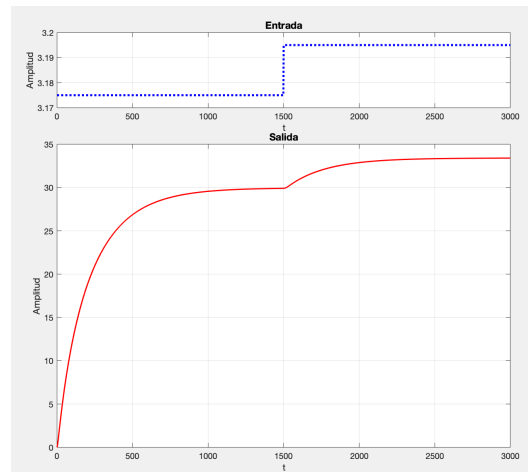

Figura 5.3: Respuesta en lazo abierto
5. Con los datos exportados al “workspace”, muestre una gráfica de tiempo de la entrada y salida del sistema. Configure la gráfica para que se muestre como indica la figura 5.3
- a) Figura 1: Entrada y salida del sistema en lazo abierto como se detalló en la Figura 5.3.